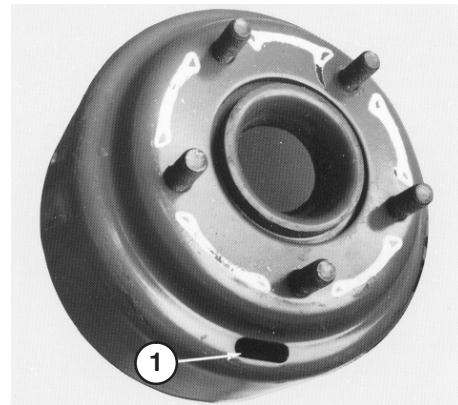
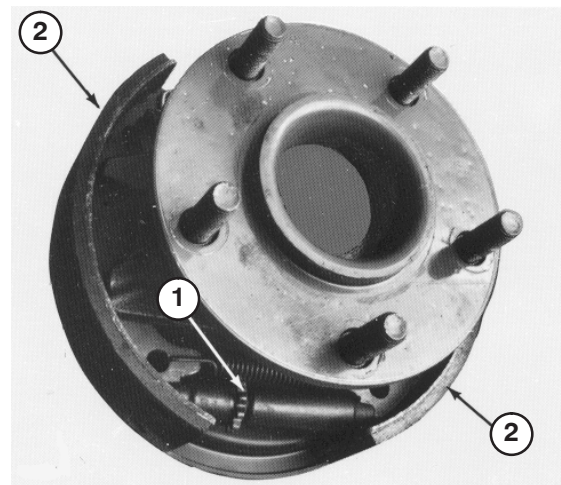

Bild 69
Bild 70
5. Nehmen Sie die Radmuttern ab und schieben Sie Rad und Reifen von den Zapfen. Drehen Sie die Bremstrommel, bis der Einstellungsschlitz unten und mittig über der Sternmutter liegt, mit der die Bremschuhe eingestellt werden (Bild 69).
6. Drehen Sie die Sternmutter (Bild 69) mit einem Bremsstellwerkzeug oder einem Schraubenzieher nach unten, bis die Bremstrommel (Bild 70) aufgrund des Drucks der Bremschuhe (Bild 70) nach außen einrastet.